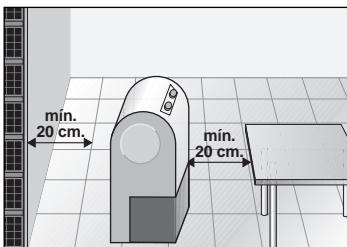

Bild. 4
- För att apparaten skall kunna fungera på ett korrekt sätt måste den alltid placeras på minst 20 cm avstånd från omgivande föremål. Se **bild 4**.